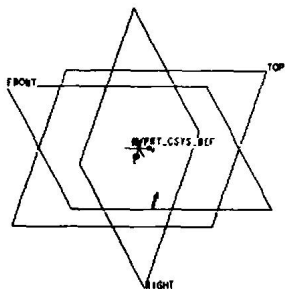
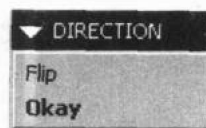

图 1-14
图 1-15
(7) 在基准面显示一个方向箭头 (如图 1-14 所示) 和一个方向菜单 (如图 1-15 所示), 选方向菜单中的 “Okay”。